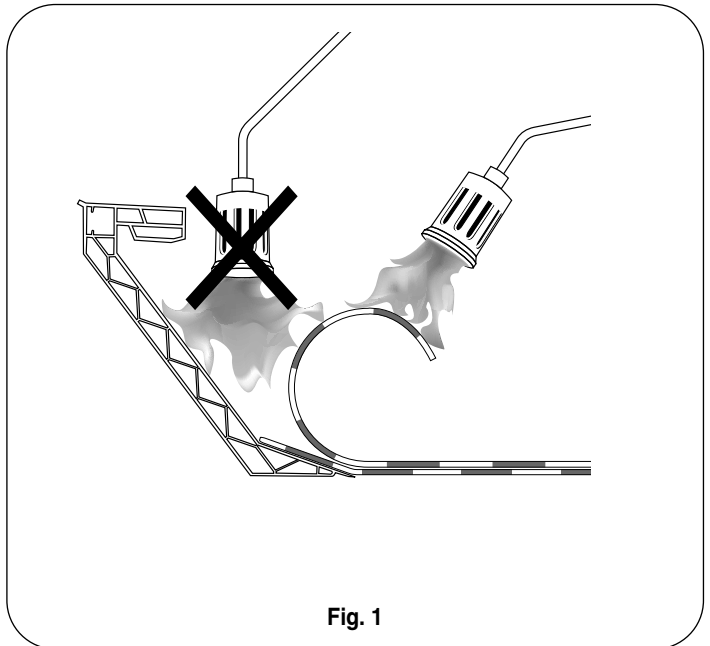

Fig. 1
- Screw the curb on the roof construction through the indication line of the flange (timber screws 5,2x60 or metal screws 4,8x60). Start at 7,5 cm from the extremities. The axis distance of the other screws must not exceed 30 cm. Pull up the roofing underneath the top flange. Beware that the membrane and not the curb is warmed up when using the welding with flame method as shown on figure 1.
- Schrauben Sie den Aufsatzkranz an der Dachkonstruktion fest durch die Indikationslinie von Flansch (Holzschrauben 5,2x60 oder Metallschrauben 4,8x60). Fangen Sie am 7,5 cm der Enden an. Die Achsdistanz der anderen Schrauben soll maximal 30 cm betragen. Ziehen Sie die Dachbedeckung bis zum oberen Flansch. Achten Sie darauf, dass beim Schweißen mit Flamme die Membran und nicht den Aufsatzkranz geheizt wird (siehe Bild 1).